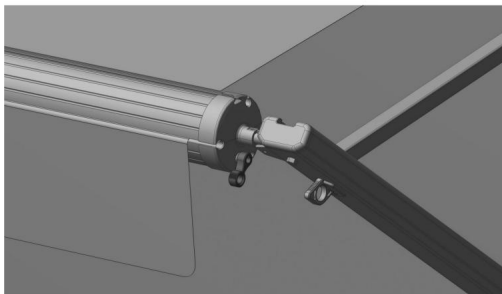

Figura D16
4.2.5 Tenere la cinghia ad anello e spingere delicatamente la leva a cricchetto sul coperchio terminale del rullo nella direzione della freccia con la mano, cambiando la direzione del cricchetto su "off". (Figura D16)